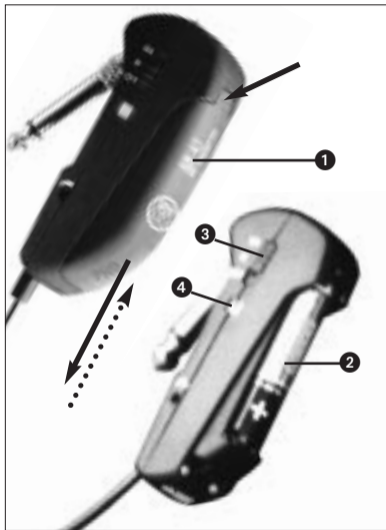

Fig. 2: Introducir la pila
3.1 Colocar/cambiar y ensayar la pila (véase Fig. 2)
4. Coloque la pila suministrada o nueva (2) en la caja de pilas, tal como se indica en la Fig. 2.
5. Coloque el conmutador ON/MUTE/OFF (3) en ON.